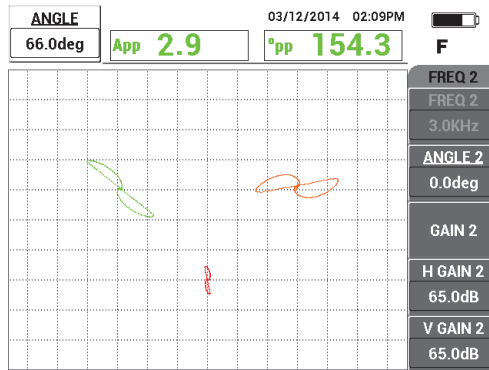

Abbildung 5-137 Einstellen der Signalphase von FREQ 1
3. Drücken Sie die Direktzugriffstaste ANGLE (◁) und stellen Sie das Signal der Frequenz 1 (grün) ein, bis das Signal des Lochs eine Phase von über 40° erreicht (siehe Abbildung 5-137 auf Seite 241).